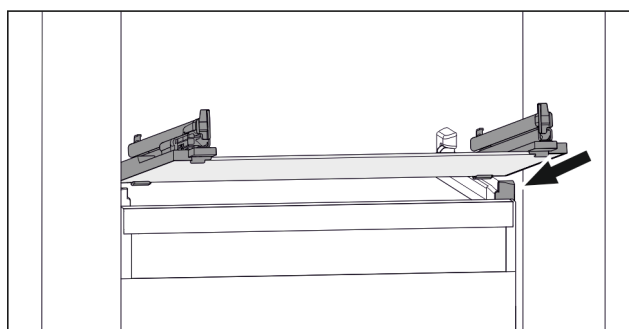

Fig. 119 Příklad znázornění skleněné desky
- ▶ Nasadte skleněnou desku šikmo za zářžky. (viz Fig. 119)